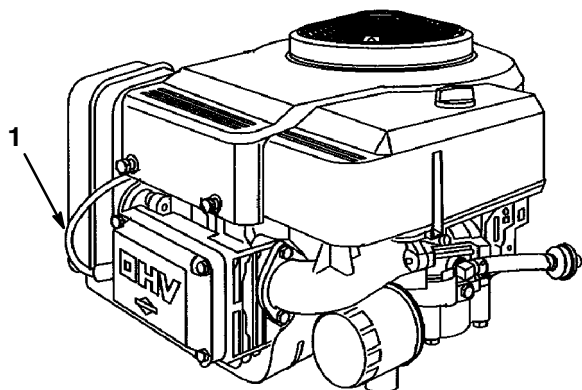

Figure 25
3. Débrancher la ou les bougies (Fig. 25). Nettoyer tout autour des bougies pour ne pas introduire dans le moteur de la saleté qui risque de l'endommager.
3. Reconnecter les fils des bougies (Fig. 25).